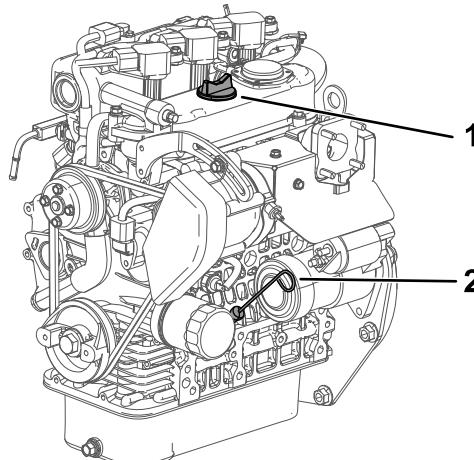

Figura 16
2. Retire a vareta e limpe-a com um pano limpo (Figura 16).
3. Coloque a vareta no tubo e verifique se está completamente introduzida (Figura 16).
4. Retire a vareta e verifique o nível de óleo (Figura 16).
5. Se o nível de óleo estiver baixo, retire o tampão de enchimento (Figura 16) e adicione óleo suficiente para elevar o nível de óleo até à marca Cheio existente na vareta.
6. Volte a introduzir a vareta no tubo (Figura 16).